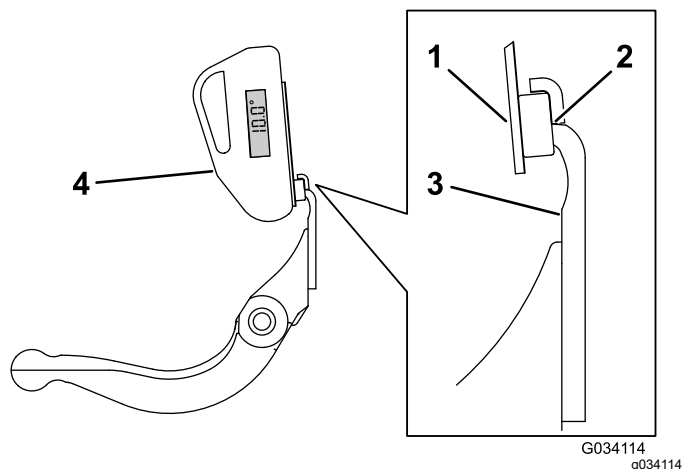

Figura 25
3. Amplașați suportul indicatorului de unghi pe marginea contracuțitului, astfel încât marginea magnetului să se îmbine cu marginea contracuțitului (Figura 25).
4. Amplașați indicatorul de unghi pe suport, conform indicațiilor din Figura 25.